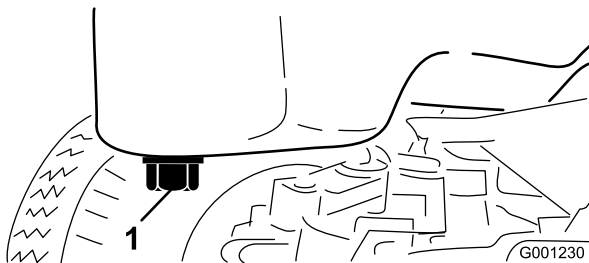

Bild 48
3. Stellen Sie eine Ablaufwanne unter die Ölwanne und richten Sie sie mit der Ablassschraube aus (Bild 48).